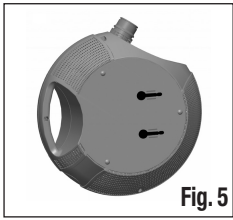

Fig. 5
Per una maggiore efficacia, la Pompa va posizionata nel punto più profondo del laghetto e comunque ad almeno 20 cm sotto il livello dell'acqua. Qualora necessario è possibile ancorare saldamente la pompa ad un basamento, mediante le apposite sedi vite presenti sul semi-guscio inferiore. La particolare forma delle sedi vite permette il rapido aggancio/sgancio della pompa dalla zavorra (vedi Fig. 5). Durante la stagione invernale, quando è possibile che l'acqua geli, è conveniente conservare la pompa fuori dall'acqua. Diversamente, occorrerà prevedere almeno un riscaldamento localizzato che impedisca la formazione di ghiaccio in prossimità dell'apparecchio.
3. Collocare ora la Pompa all'interno del laghetto. Assicurandosi che risulti completamente immersa. Qualora necessario è possibile ancorare saldamente la pompa ad un basamento mediante le apposite sedi vite presenti sul semiguscio inferiore (vedi Fig. 5)